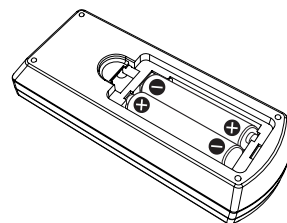

Fig. 2
- 2) **Inserire le batterie e chiudere il coperchio (inserire prima il lato "●").** (Fig. 2)